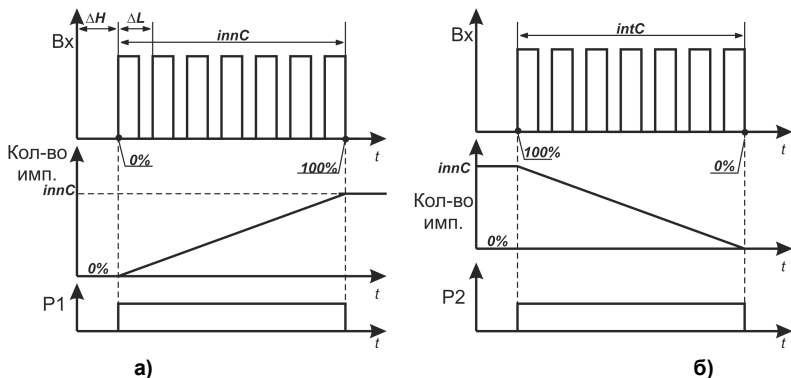

Рисунок 3.7
При **PreS** = 2 – режим работы без дожатия. Открытое и закрытое положение задвижки определяется при выполнении двух условий (рисунок 3.7):
- значение времени хода задвижки находится в интервале, определяемом значениями параметров **innL** и **innH** ($\Delta L = innC - innL$, $\Delta H = innH - innC$), рисунок 3.7, а – определение открытого положения, рисунок 3.7, б – определение закрытого положения.